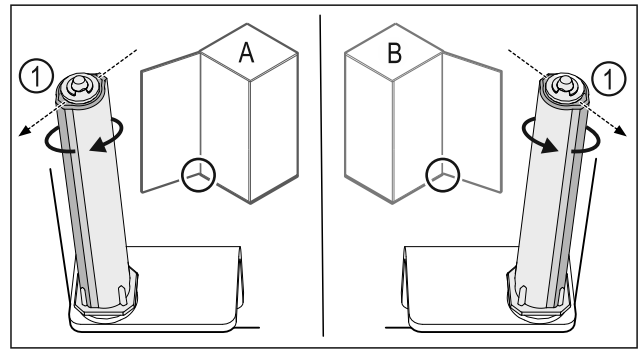

Fig. 30 Μεντεσέδες αριστερά (A) / Μεντεσέδες δεξιά (B)
- ▶ Περιστρέψτε το σύστημα κλεισίματος κόντρα στην αντίσταση, μέχρι ο κορμός του συστήματος κλεισίματος Fig. 30 (1) να είναι στραμμένος προς τα έξω.